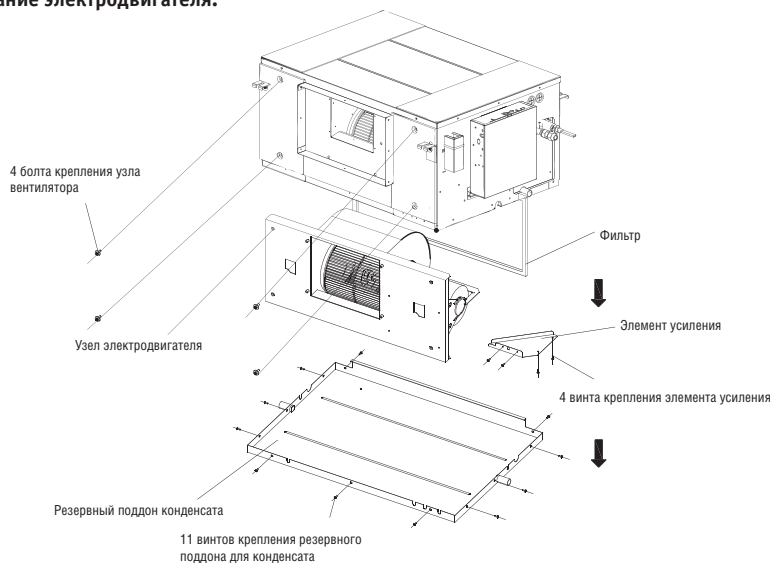

Рис. 13
1. См. рис. 13: извлеките 11 болтов из резервного поддона для конденсата и снимите поддон.
2. См. рис. 13: извлеките 4 болта из элемента усиления и снимите его.
3. См. рис. 13: извлеките 4 болта из узла вентилятора. Снимите узел вентилятора, как показано на рис. 14.